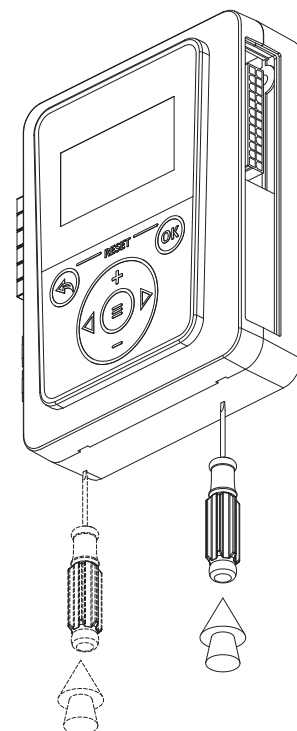

Рис.16 Демонтаж лицевой панели
2. снимите лицевую панель контроллера, ослабив защелки с помощью отвертки (Рис.16);